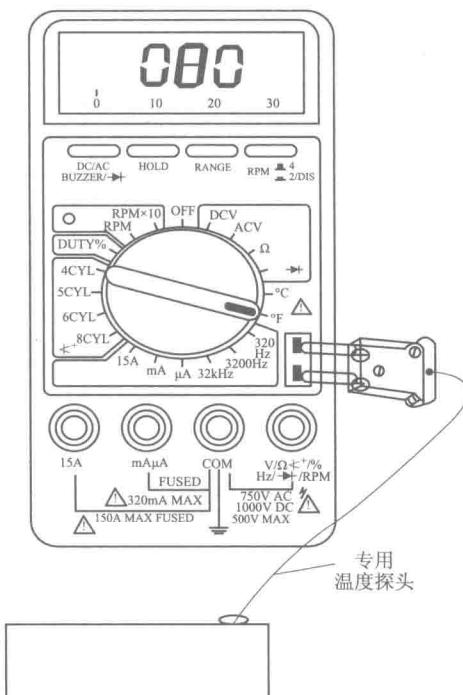

图 1-5 温度的测量
1) 将万用表的测试导线按照图 1-5 所示，接入相应温度测试插孔。